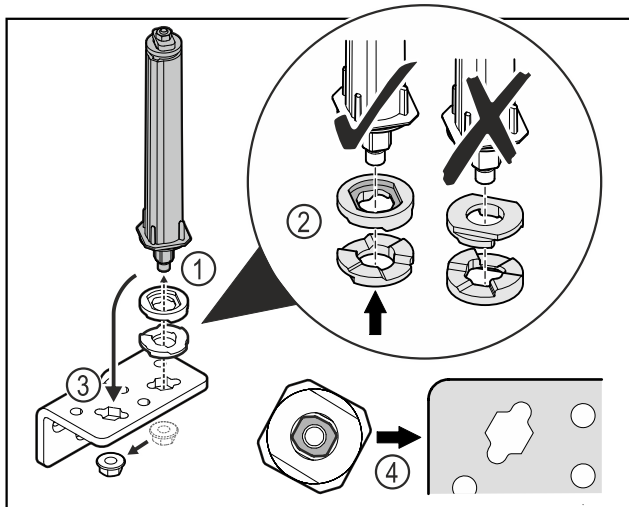

Fig. 40
- Lossa muttern och ta bort dörrlåssystemet Fig. 40 (1).
- Se till att rikta brickorna för höjdjustering korrekt Fig. 40 (2).
- Montera om dörrlåssystemet i gångjärnsfästet och fixera med muttern Fig. 40 (3).
- Kontrollera att dörrlåssystemet är korrekt riktat vid monteringen Fig. 40 (4).